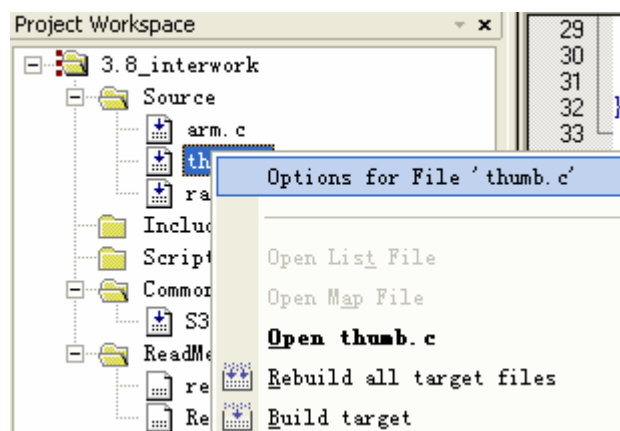
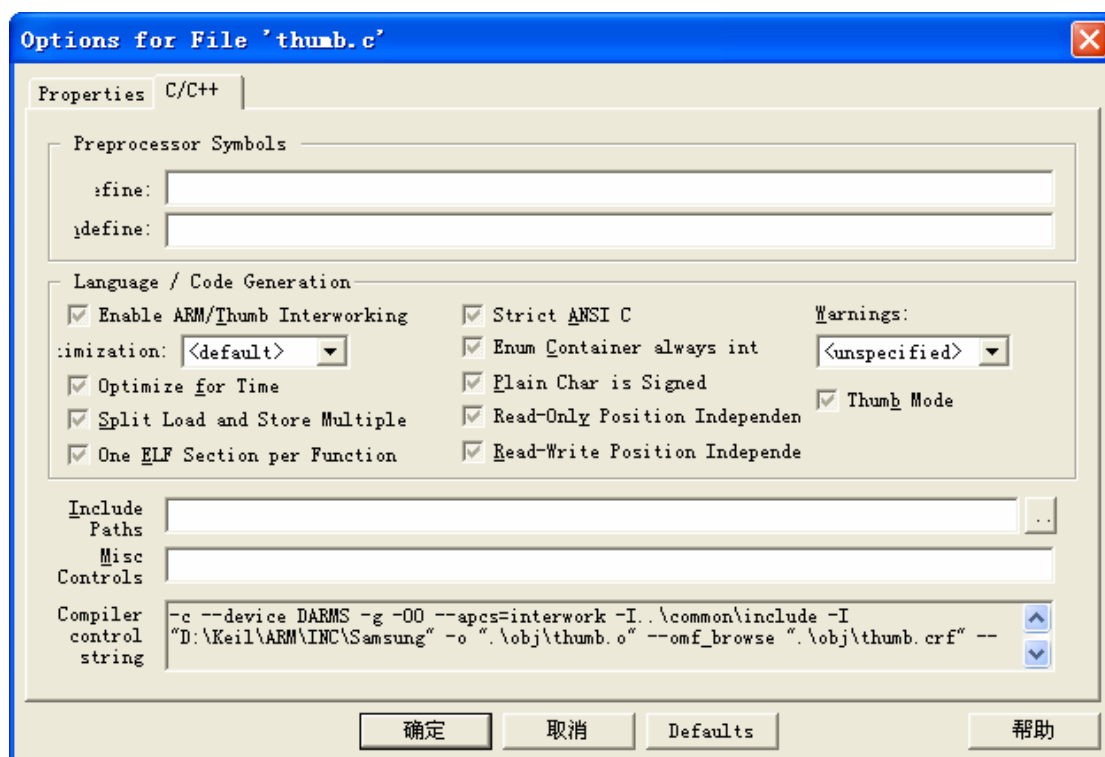

图 3-12 打开文件配置对话框
图 3-13 文件配置选项
4. 用鼠标右键点击“Project Workspace”中的文件“thumb.c”，如图 3-12 所示，选择“Options for File 'thumb.c'”，则出现文件“thumb.c”的配置对话框，在该对话框中选择“C/C++”标签，如图 3-13 所示，使“Thumb Mode”有效。“Thumb Mode”有效时在配置对话框下面的“Compiler control string”右边的框中会有“--thumb”选项。工程中的其它文件采用默认配置。